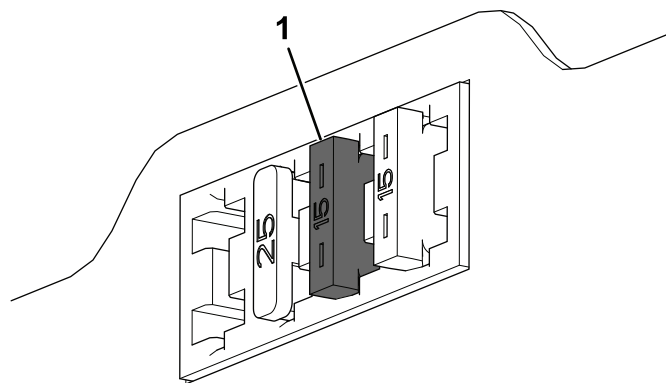

Figura 12
11. Insira o fusível (15 A) na terceira posição a partir da esquerda quando olhar de frente para o bloco de fusíveis (Figura 12).